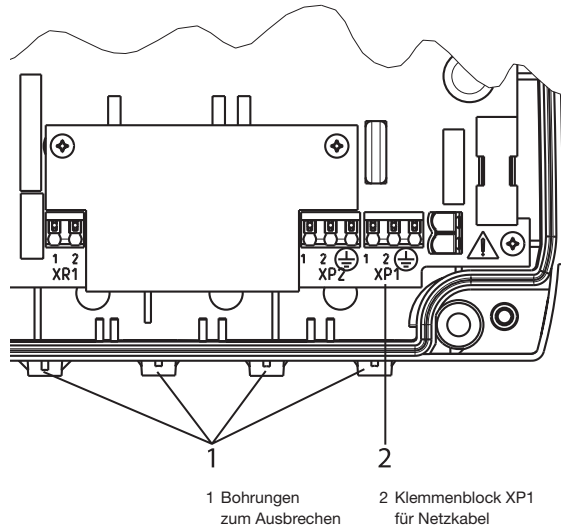

Abb. 4 Anschluss des Netzkabels
- ▶ Das Netzkabel an den Klemmenblock XP1 anschließen (siehe Abb. 4 „Anschluss des Netzkabels“).